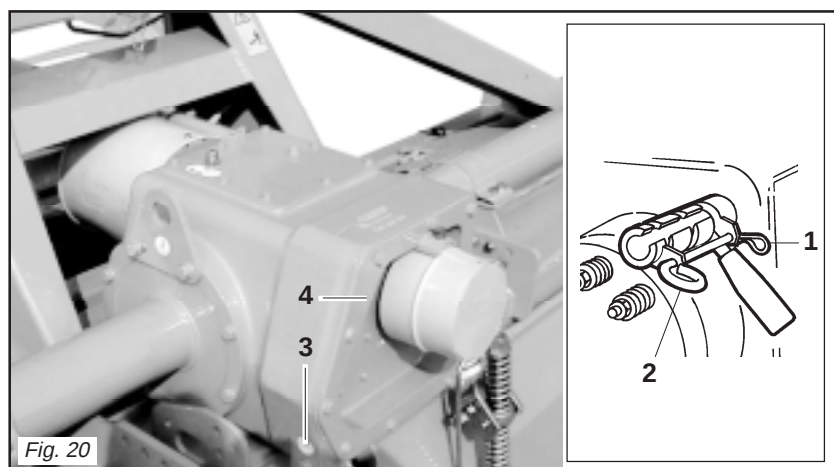

Fig. 20
La zappatrice è equipaggiata di un cambio a leva a tre velocità (Fig. 20) che in relazione alla coppia di ingranaggi posizionati posteriormente può fornire due gamme differenti di valori di rotazione dei rotori portacoltelli. È molto utile per terreni non uniformi, in quanto facilita la lavorabilità del terreno mantenendo costante la velocità di avanzamento del trattore. Per cambiare velocità è necessario sfilare la coppiglia di sicurezza (1 Fig. 20), rimuovere l'asta (2 Fig. 20) che blocca in posizione la leva delle marce e quindi spostare la leva stessa nella selezione
The machine is equipped with a three-speed lever operated gearbox (Fig. 20) which can supply two different ranges of spinning values for the blade rotors in relation to the pair of gears installed at the rear. This is very useful on uneven ground since it makes the soil more workable by keeping the advancement speed of the tractor at a steady rate. To change the speed, remove the safety split pin (1 Fig. 20), remove the rod (2 Fig. 20) that locks the gear lever in position and then move the lever itself to the desired position.
Die Maschine ist mit einem Schalthebel mit drei Stellungen ausgestattet (Abb. 20), der je nach den beiden Zahnrädern, die hinten positioniert sind, zwei unterschiedliche Drehzahlbereiche für die Rotation der Messertragerotoren liefern kann. Das ist auf unebenem Gelände sehr nützlich, weil es die Bearbeitung des Bodens vereinfacht und die Fahrgeschwindigkeit des Schleppers konstant gehalten werden kann. Um einen anderen Gang zu erhalten, den Sicherungssplint (1 Abb. 20) herausziehen, die Stange (2 Abb. 20) entfernen, mit der der Gangschalthebel blockiert wird, um den Hebel dann in die gewünschte Stellung zu bringen.
La machine est équipée d'une boîte à trois vitesses, avec commande par levier (Fig. 20). Suivant le couple d'engrenages placés à l'arrière, il peut fournir deux gammes différentes de valeurs de rotation des rotors porte-couteaux. C'est un outil très efficace sur les terrains irréguliers, puisqu'il facilite l'ameublissement du terrain, tout en maintenant constante la vitesse d'avancement du tracteur. Pour changer de vitesse il faut retirer la goupille de sécurité (1 Fig. 20), déposer la tige (2 Fig. 20) qui bloque le levier de vitesses pour pouvoir le déplacer sur la sélection désirée. Ensuite remonter la
La máquinas está equipada con un cambio de palanca de tres velocidades (Fig. 20) que en base al par de engranajes emplazados en posición posterior puede suministrar dos diversas gamas de valores de rotación de los rotores porta-cuchillas. Es muy útil para terrenos no uniformes, ya que facilita el trabajo sobre el terreno, manteniendo constante la velocidad de marcha del tractor. Para cambiar velocidad es necesario extraer el pasador de seguridad (1 Fig. 20), quitar la varilla (2 Fig. 20) que bloquea en posición la palanca de las marchas y
- scaricare l'olio dalla scatola cambio svitando il tappo inferiore (3 Fig. 20);
- rimuovere il coperchio (4 Fig. 20) con cura per non danneggiare il paraolio posizionato in corrispondenza dell'albero della presa di forza uscente e l'anello OR;
- *drain the oil from the gearbox by unscrewing the lower plug (3 Fig. 20);*
- *remove the cover (4 Fig. 20) with care to prevent damage to the oil seal installed on a level with the output PTO shaft and the OR ring;*
- Das Öl aus dem Getriebegehäuse ablassen, indem man den unteren Stopfen (3 Abb. 20) abschraubt.
- Den Deckel (4 Abb. 20) sorgfältig abnehmen, um die Öldichtung auf dem austretenden Zapfwellenstummel und den O-Ring nicht zu beschädigen.
- *laissez sortir l'huile de la boîte de vitesses après avoir dévissé le bouchon en bas (3 Fig. 20);*
- *enlevez le couvercle (4 Fig. 20) en faisant attention à ne pas endommager le joint pare-huile qui se trouve au niveau de l'arbre de sortie de la prise de force et le joint d'étanchéité;*
- descargar el aceite de la caja de cambios desenroscando el tapón inferior (3 Fig. 20).
- quitar la tapa (4 Fig. 20) con cuidado para no dañar el guardagotas emplazado en coincidencia con el eje de la toma de fuerza de salida y el anillo OR.